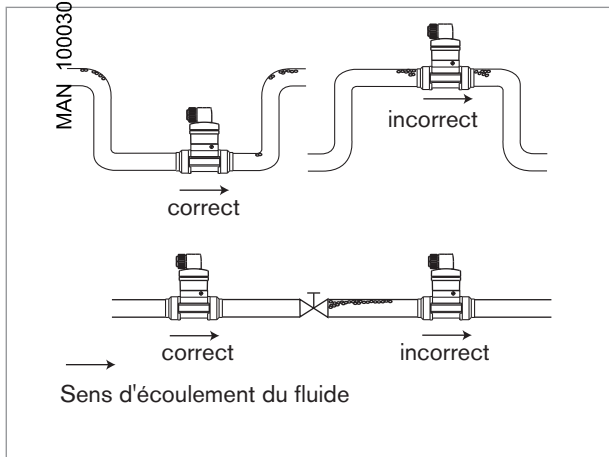

Fig. 4 : Recommandations additionnelles d'installation
- Éviter la formation de bulles d'air dans la conduite (voir Fig. 4).